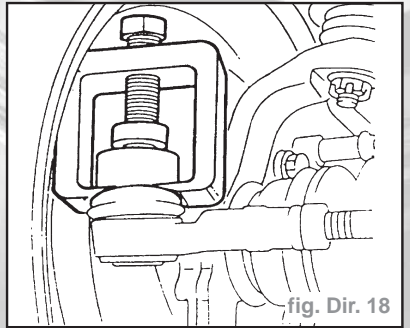

fig. Dir. 18
- Déposer les barres d'accouplement extérieures du levier de direction et de la barre d'accouplement centrale, utiliser l'extracteur **KM-787** (fig. Dir. 18).